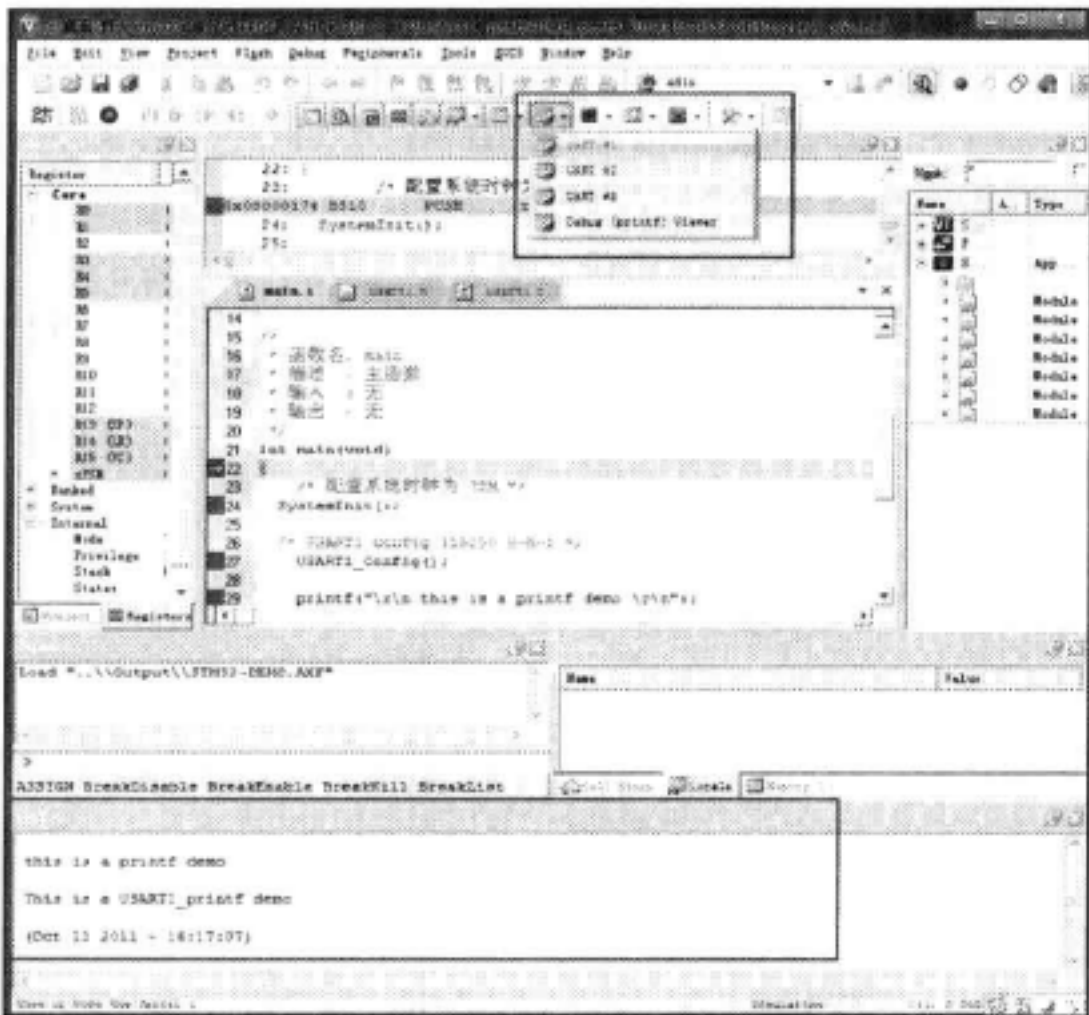

图 5-6 仿真串口
7) 点击 USART #1 窗口, 可弹出串口调试终端, 可模拟串口软件终端 (截图为串口调试例程), 见图 5-6。